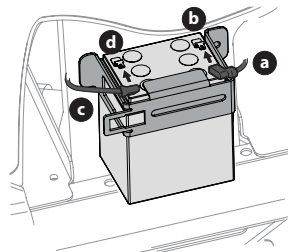

Figure 18
1. Branchez le câble rouge (a) sur la borne positive de la batterie (b) (Figure 18).
2. Branchez le câble noir (c) sur la borne négative de la batterie (d) (Figure 18).